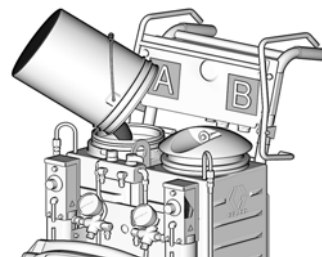

FIG. 7 : Remplir le réservoir A avec des isocyanates
3. Retirer le couvercle du réservoir A et verser les isocyanates dans le réservoir A (côté rouge, en laissant le filtre dessiccateur dans le couvercle). Voir la FIG. 7.